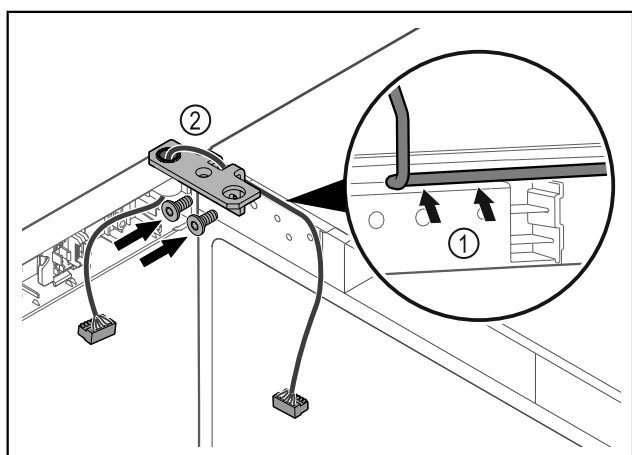

Fig. 58
- ▶ Kabel door de uitsparing van de scharnierhoek leiden en voorzichtig monteren Fig. 58 (1).
- ▶ Scharnierhoek Fig. 58 (2) vastschroeven.